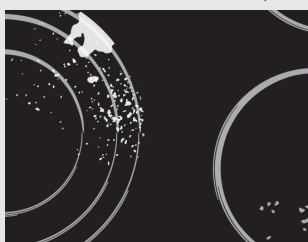

рис. 3
Небольшие загрязнения можно устранить мягкой влажной тряпкой. Затем протрите чистую поверхность насухо (рис. 3).
**Проверьте, чтобы на стеклокерамической поверхности не осталось следов чистящего средства, так как при нагреве оно может приобрести агрессивные свойства и привести к изменениям структуры стеклокерамической поверхности (рис. 3).**
Пятна от воды можно удалить с помощью слабого раствора уксуса. Этим раствором нельзя протирать рамку прибора (в некоторых моделях), так как она потеряет блеск. Для удаления известкового налета нельзя использовать агрессивные спреи и чистящие средства (рис. 3).